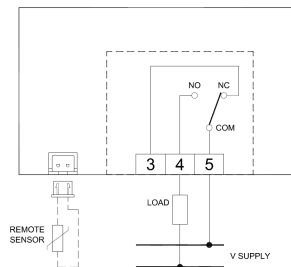

Abb. 7
- 5 Die elektrischen Anschlüsse gemäß Schaltplänen in Abb. 7 und 8 durchführen.
Der Ausgang der Klemmen 3, 4 und 5 ist frei von Spannungen und im Unterschied zum übrigen Thermostat mit doppelter Isolierung ausgerüstet. Es ist daher möglich, eine Last von hoher Spannung (230V ~) zu speisen, wie in Abb. 7 und 8 dargestellt wird.